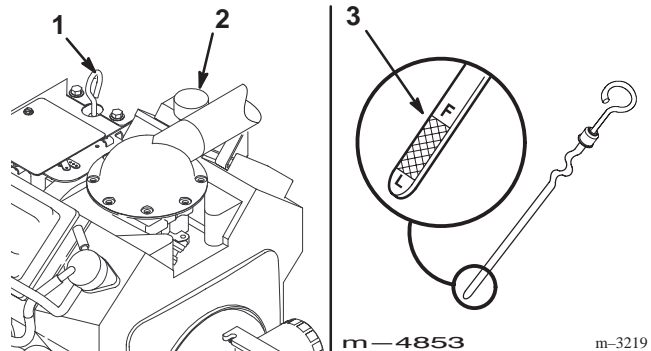

Bild 58
2. Reinigen Sie den Bereich um den Ölpeilstab herum (Bild 58), damit kein Schmutz in den Einfüllstutzen gelangen und so den Motor beschädigen kann.
3. Ziehen Sie den Ölpeilstab heraus und wischen das Metallende ab (Bild 58).
4. Schieben Sie den Ölpeilstab vollständig in das Füllrohr ein (Bild 58). Ziehen Sie den Peilstab wieder heraus und kontrollieren das Metallende. Gießen Sie, wenn der Ölstand zu niedrig ist, langsam nur soviel Öl in das Einfüllrohr, dass der Ölstand die "VOLL"-Marke erreicht.
5. Gießen Sie langsam 80 % des auf Seite 35 angegebenen Öls in den Füllstutzen ein (Bild 58). Kontrollieren Sie dann den Ölstand; siehe Prüfen des Ölstands, Seite 35. Gießen Sie langsam Öl ein, um den Ölstand bis zur "VOLL"-Marke am Peilstab zu bringen.